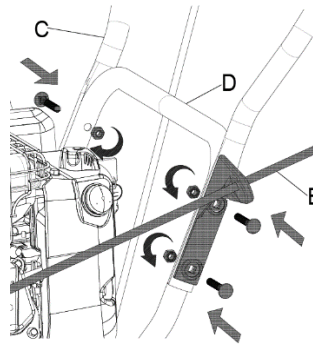

Рис.6
Прикрепите верхнюю рукоятку (С) к нижней рукоятке (D) с помощью болтов, гаек и шайб. А также закрепите рукоятку рычага регулировки желоба (Е) на рукоятке, как показано на рисунке (Рис.6). Затяните соединения гаечным ключом.